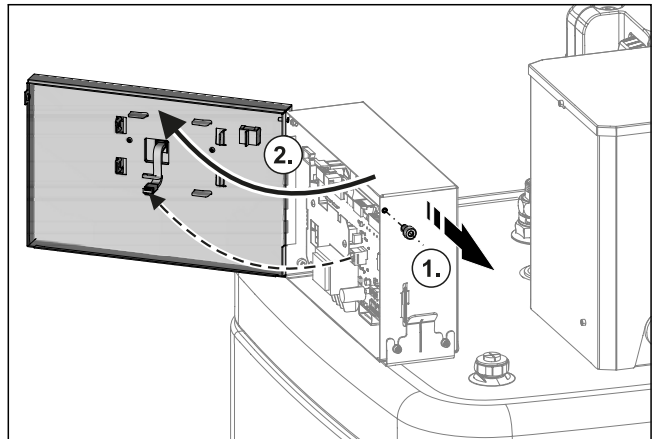

Bild 4-28 Sicherungsschraube entfernen
- 5 Sicherungsschraube oben rechts am Kesselschaltfeld entfernen (Bild 4-28).